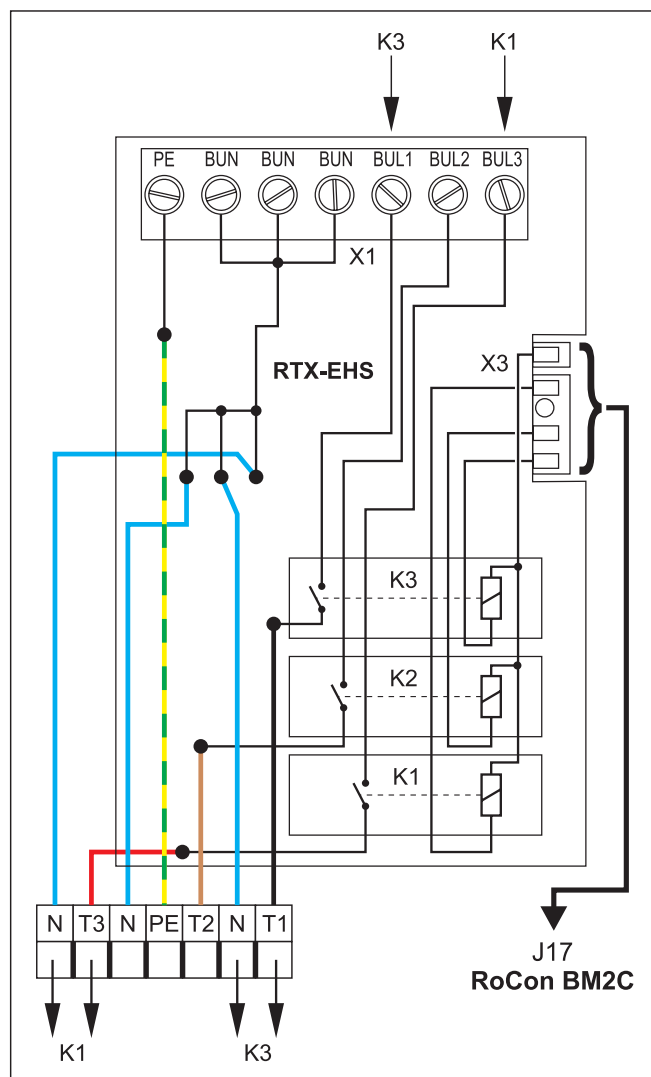

Fig. 3-41 Collegamento alla scheda elettronica RTX-EHS
La richiesta del generatore di calore esterno viene commutata tramite un relè sulla scheda RTX-EHS (vedere Fig. 3-41). Il collegamento elettrico all'unità interna è possibile nel modo seguente:
- 3 Realizzare collegamenti idonei sulla scheda RTX-EHS del kit di collegamento (vedere Fig. 3-41).